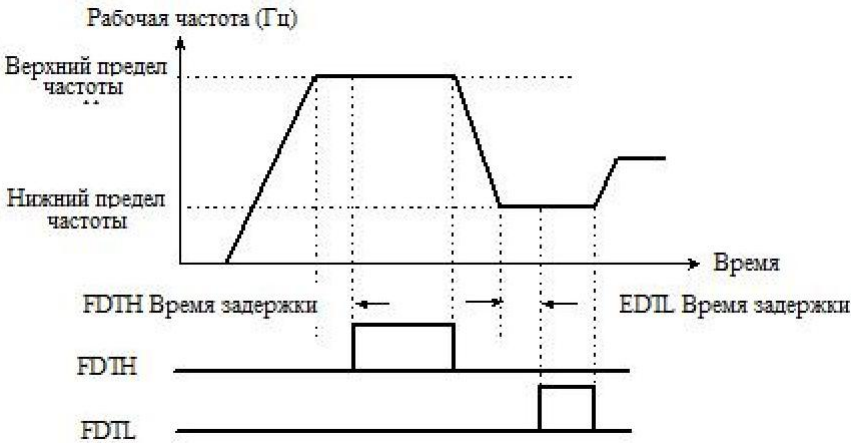

Рисунок 5.3.10 FDTH верхний предел частоты прибытия/ FDTL нижний предел частоты прибытия
- ◆ Эти две функции активируются при настройке DO и релейного выхода 1 в параметрах Р3.19 - Р3.25 как «FDTH верхний предел частоты прибытия» или «FDTL нижний предел частоты прибытия». Как правило, эти две функции установлены для предотвращения скачков нагрузки и нестабильности сигнала при переключении между частотой сети и переменной частотой инвертора при применении нескольких двигателей, как показано на Рис. 5.3.10.